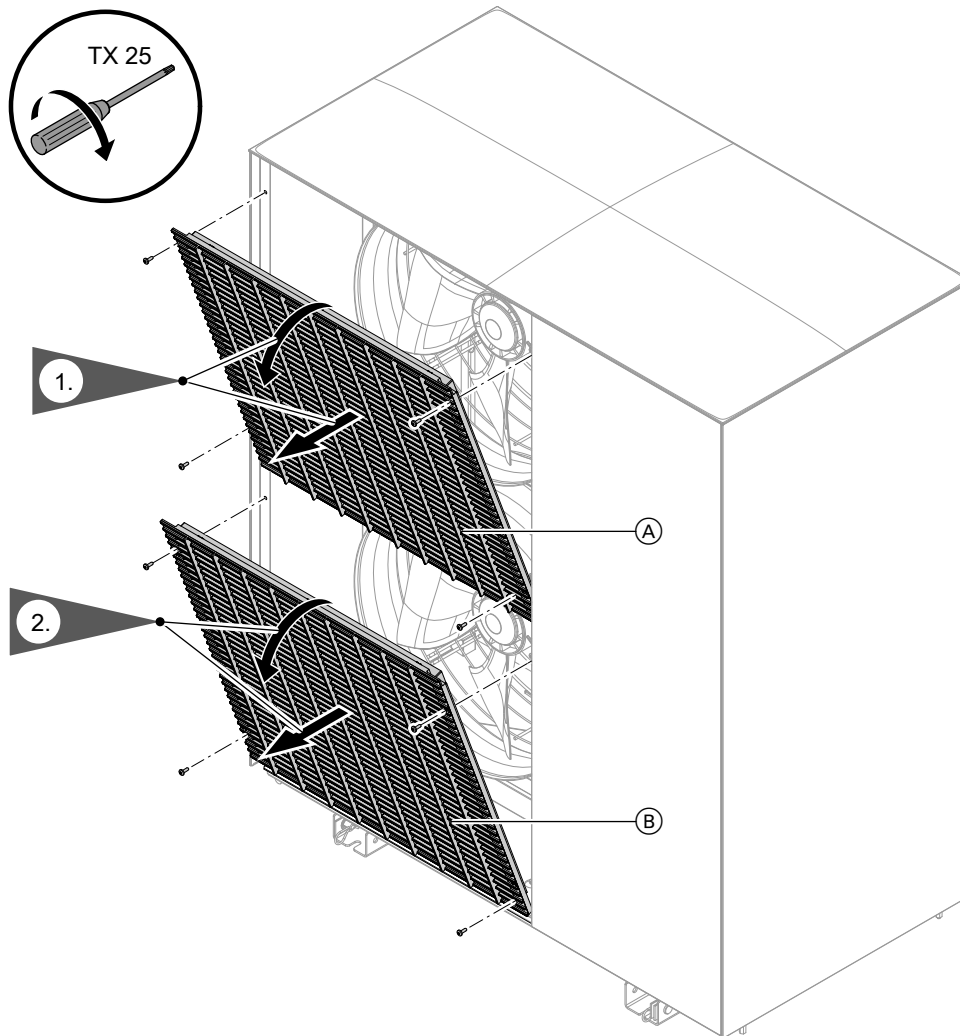

Abb. 92
2. Schutzgitter Ventilator abbauen: Siehe Abb. 92.
2. Schutzgitter Ventilatoren abbauen: Siehe Abb. 92.